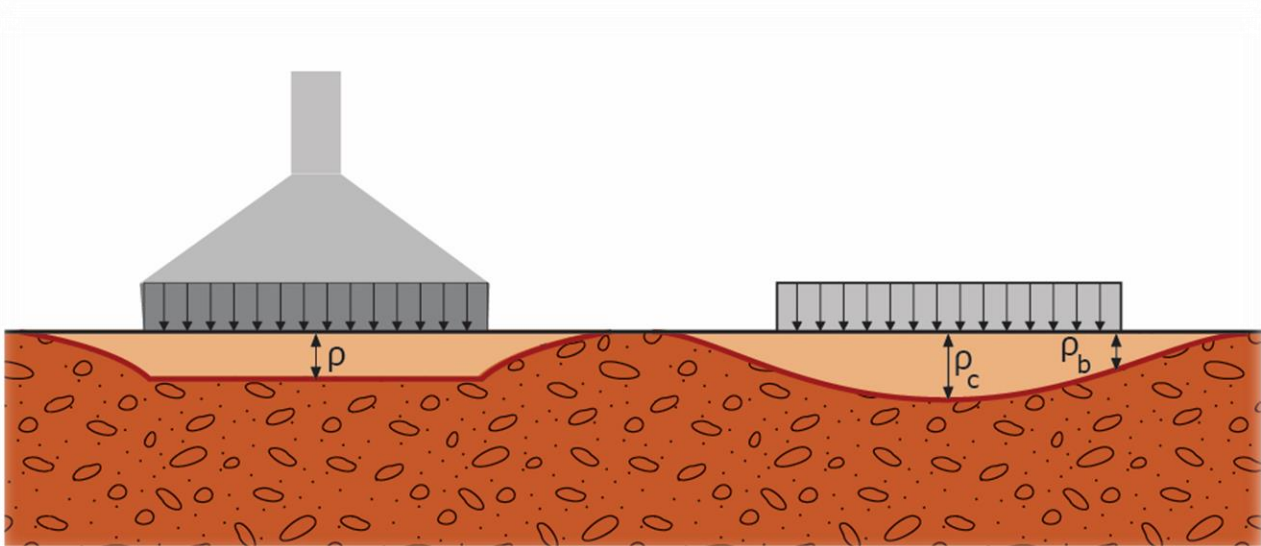

Figura 23: Diferença nas deformações entre sistema rígido (primeiro elemento mostrado, representando uma sapata) e flexível (segundo elemento)
**$I_p$ : Fator de influência** que depende tanto da **forma**, da **rigidez** e da **profundidade** de apoio da sapata quanto do sistema de aplicação de pressões, que poderá ser por elementos rígidos (ex: sapatas de concreto), ou flexíveis (ex: aterros), conforme a Figura 23. Devido a essa multiplicidade de variáveis, o fator de influência é muitas vezes obtido por meio de ábacos;